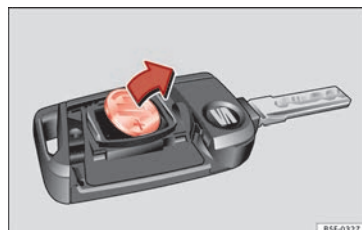

Fig. 138 Llave del vehículo: extracción de la pila.
- Extraiga la pila del compartimento con un objeto fino adecuado » **fig. 138.**
- Coloque la pila nueva tal como se muestra » **fig. 138** y presiónela en el compartimento para la pila en sentido contrario a la flecha » ❷.